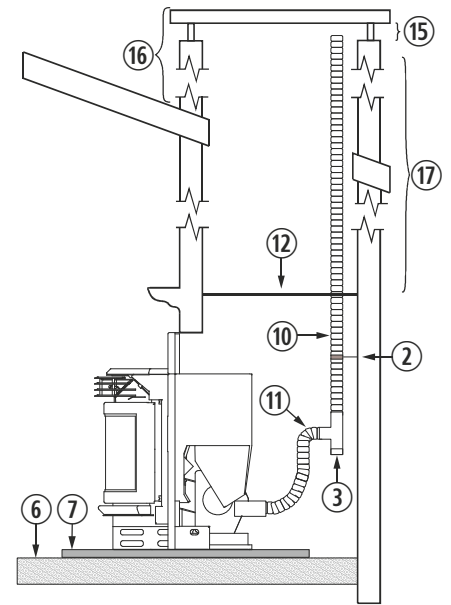

Figura 10
4.29. La instalación de un encastrable en una chimenea de obra, se puede realizar en toda su totalidad en tubo flexible, tal y como indica la *figura 10*. Debemos tener especial cuidado a la hora de realizar el aislamiento entre la chimenea y el tubo de la salida de gases, para evitar posibles retrocesos de gases en caso de tormenta.
②	Abrazadera de sujeción de acero inoxidable.
③	Te de 90° con registro.
⑥	Suelo de madera.
⑦	Protector del suelo no combustible.
⑩	Tubo flexible de acero inoxidable.
⑪	Manguito unión rígido a flexible.
⑫	Aislante anti retroceso.
⑮	Mínimo 200mm.
⑯	Debe sobrepasar 1 metro el tejado.
⑰	Mayor a 8 m aumentaremos una medida.